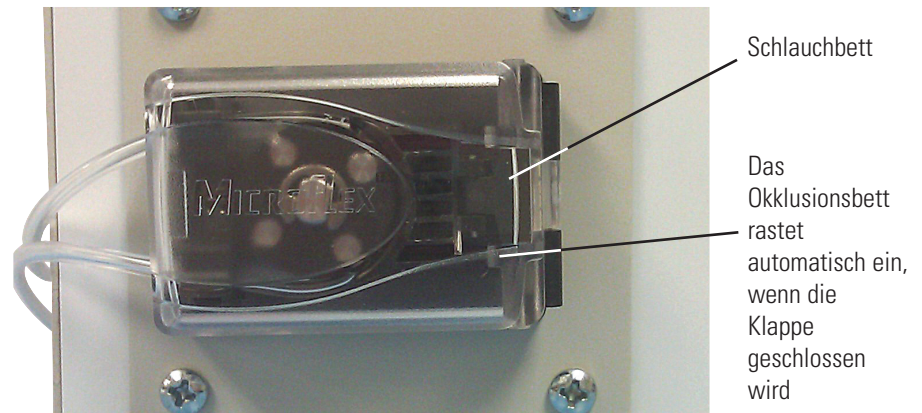

Abbildung 2-2. Klappe geschlossen – Okklusionsbett wird automatisch eingestellt
5. Beim Schließen der Klappe werden Sie feststellen, dass sich das Okklusionsbett zum Rotor und den Kontakten zwischen dem Schlauch hin bewegt. Sobald die Klappe geschlossen ist und Sie feststellen, dass überschüssiges Schlauchmaterial vorliegt, die Klappe öffnen und das überschüssige Schlauchmaterial entfernen, in dem Sie eine Halterung öffnen und leicht am Schlauch ziehen. Lassen Sie dann die Halterung los und schließen Sie die Klappe, Abbildung 2-2. Diesen Vorgang ggf. wiederholen.